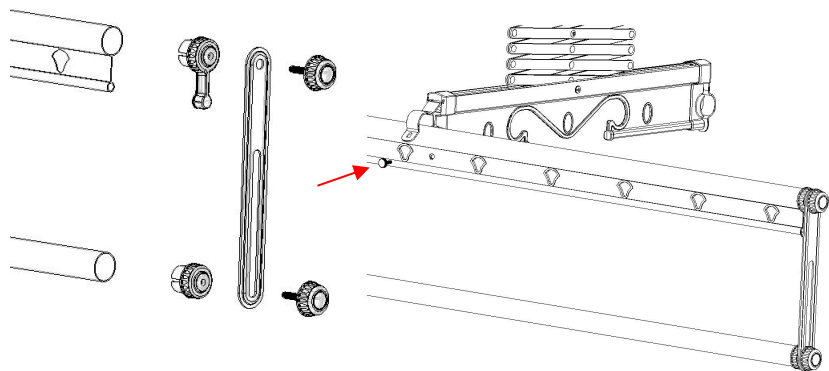

图 6
10. 安装衣杆组件：先将衣杆被杆用挂环连接好，拧开剪刀架胶头螺钉，双手托起衣杆组件，将固定衣杆塞入，拧紧螺钉。（如图 6）